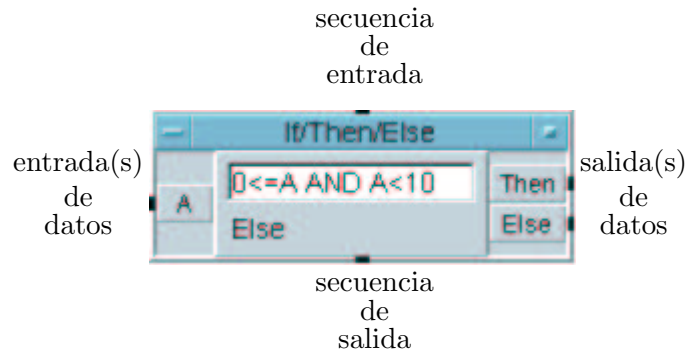

Figura 3.4: Estructura general de objetos y sus terminales.
- Para unir dos objetos con una línea de flujo se hace click sobre la terminal de salida de datos o secuencia de salida del objeto y se mueve el ratón hacia la terminal de entrada o secuencia de entrada de otro objeto (ver figura 3.4).